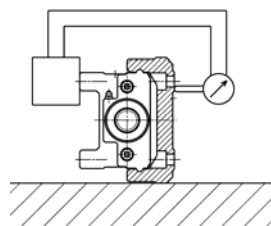

図 7.2 走り平行度(上下方向)測定方法
- 本アクチュエータの平行度測定は、図 7.2 にて示すように、アクチュエータを固定しない状態にて、スライダに取り付けたインジケータから、アクチュエータ底面にあて、スライダを移動させながら測定した際の値を示しています。